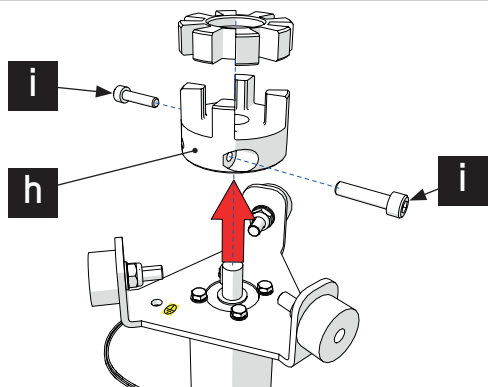

Fig. 30 - Motor byte (Borttagning koppling)
8. När enheten har tagits bort från ramen, ta bort den elektriska kopplingen (h) genom att skruva loss de två skruvarna (i) (fig. 30);